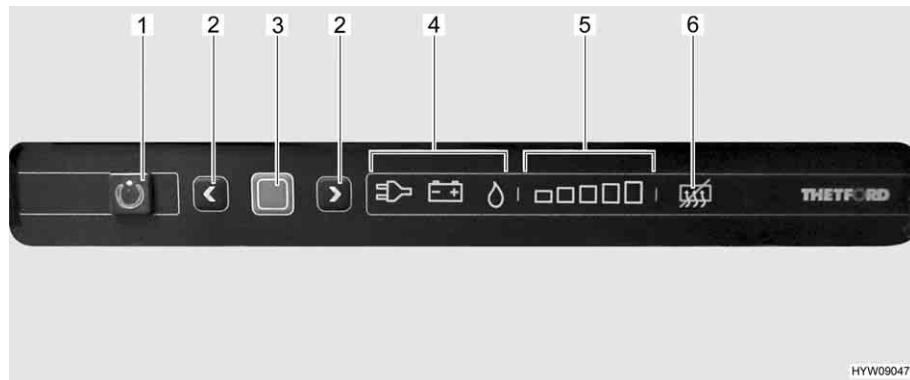

Fig. 141 Elementi di comando (frigorifero Thetford)
La modalità di funzionamento attuale è indicata da un simbolo luminoso (Fig. 141,4) sulla centralina di controllo.
Dopo l'accensione il frigorifero seleziona automaticamente la regolazione del termostato selezionata per ultimo. Questa impostazione può essere modificata manualmente con i tasti freccia (Fig. 141,2). Le barre luminose dell'indicatore del livello di refrigerazione (Fig. 141,5) visualizzano la temperatura selezionata sul termostato. Con i tasti freccia viene regolata la temperatura di refrigerazione per tutti i tre tipi di energia. Ci vogliono alcune ore prima che il frigorifero raggiunga la temperatura normale di esercizio. Cambiando la modalità di funzionamento la regolazione del termostato non viene modificata. La temperatura di refrigerazione è indipendente dal tipo di energia utilizzata.
- Premere il tasto On/Off (Fig. 141,1) per 1 secondo. Il tasto (Fig. 141,1) si illumina di verde. Dopo circa 10 secondi, l'indicatore viene attenuato per risparmiare energia.
- Premere il tasto di conferma (Fig. 141,3). L'impostazione attuale della modalità di funzionamento viene visualizzata.
- Se non è impostata la modalità di funzionamento a gas: Per modificare l'impostazione, premere il tasto di conferma (Fig. 141,3) per circa 2 secondi.
- Selezionare la modalità di funzionamento a gas con i tasti freccia (Fig. 141,2). L'alimentazione del gas è ora aperta. L'accensione avviene automaticamente. È udibile un ticchettio fino a quando procedura di accensione non è stata portata a termine.
- Premere il tasto di conferma (Fig. 141,3) per circa 2 secondi.
- Premere nuovamente il tasto di conferma (Fig. 141,3). Il livello di refrigerazione attuale viene indicato dalle barre luminose (Fig. 141,5).
- Per modificare l'impostazione, premere i tasti freccia (Fig. 141,2) fino a visualizzare l'impostazione desiderata.
- Premere il tasto On/Off (Fig. 141,1) per circa 2 secondi. Tutte le spie si spengono. Il frigorifero è spento.
- Se non è impostata la modalità di funzionamento 230 V: Per modificare l'impostazione, premere il tasto di conferma (Fig. 141,3) per circa 2 secondi.
- Selezionare la modalità di funzionamento 230 V con i tasti freccia (Fig. 141,2).
- Se non è impostata la modalità di funzionamento 12 V: Per modificare l'impostazione, premere il tasto di conferma (Fig. 141,3) per circa 2 secondi.
- Selezionare la modalità di funzionamento 12 V con i tasti freccia (Fig. 141,2).
- Premere contemporaneamente entrambi i tasti freccia (Fig. 141,2) e tenerli premuti per 2 secondi. Il simbolo di disattivazione della funzione anti-condensa (Fig. 141,6) si illumina.
- Premere di nuovo contemporaneamente entrambi i tasti freccia (Fig. 141,2) e tenerli premuti per 2 secondi. Il simbolo di disattivazione della funzione anti-condensa (Fig. 141,6) si spegne.